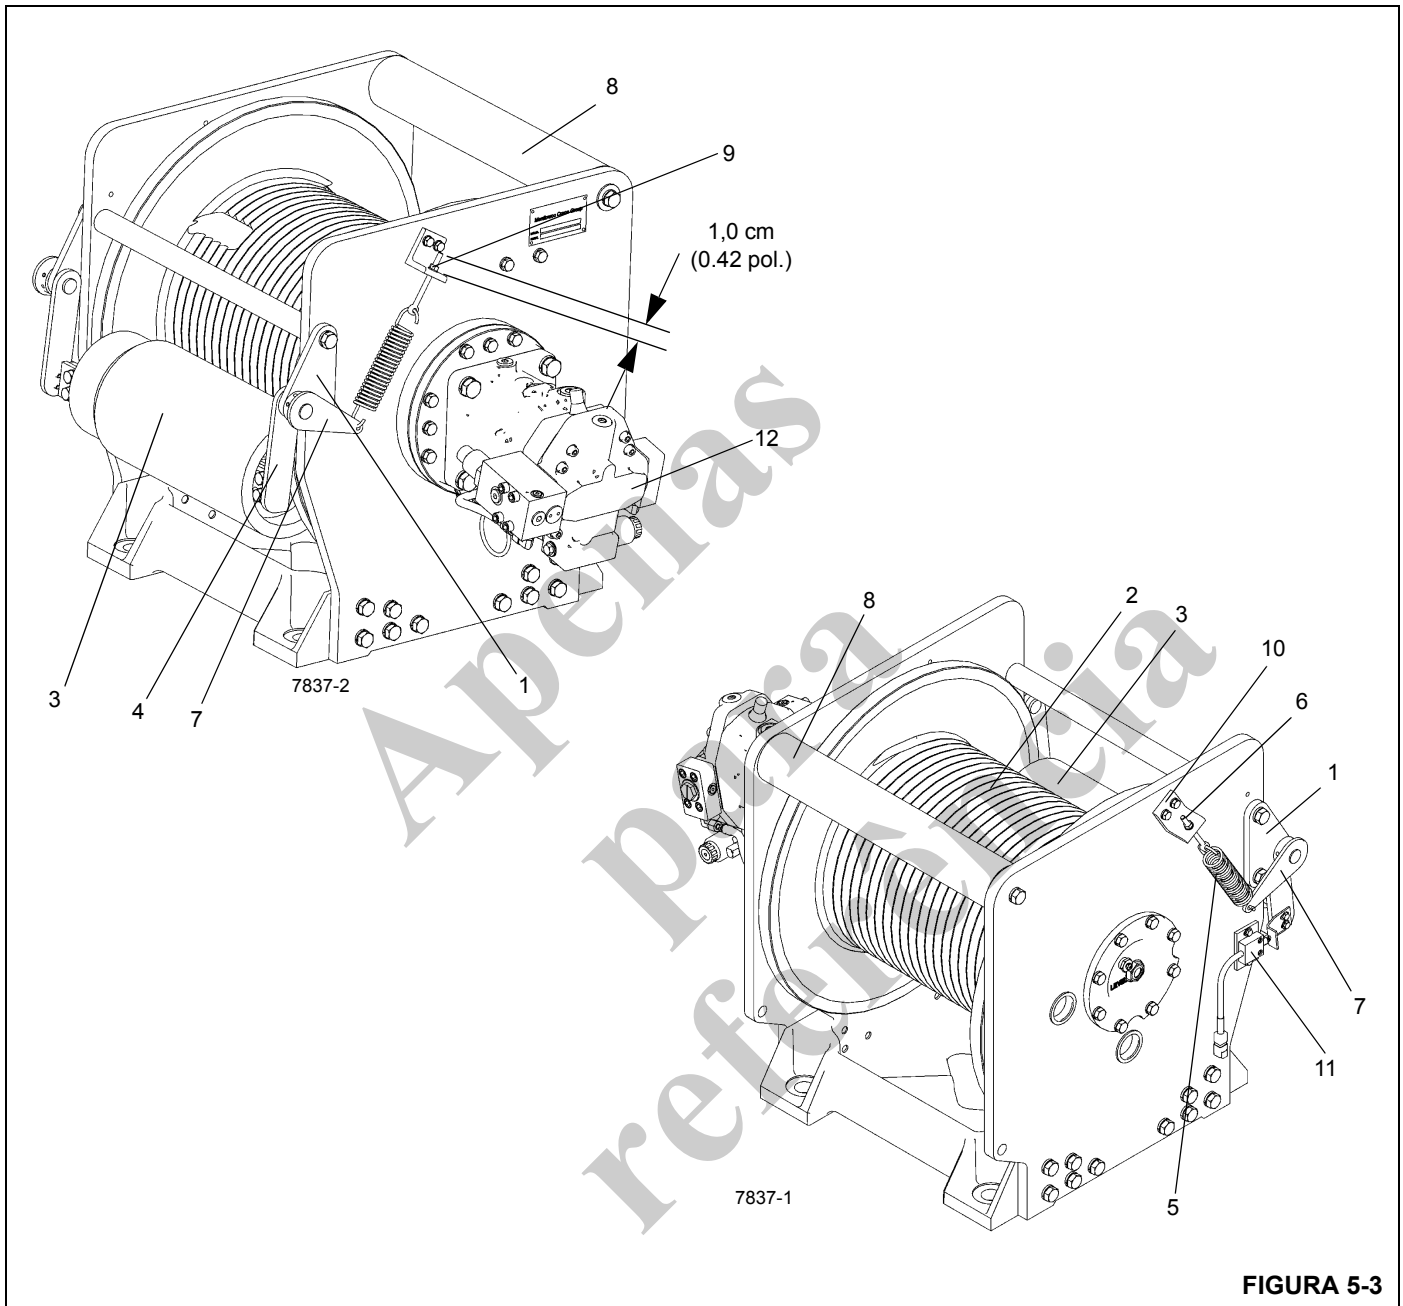

FIGURA 5-3
1. Remova o parafuso e a tampa da extremidade do lado direito da roda-guia (Figura 5-3).
1. Afrouxe as porcas de ajuste e remova a mola de tensão e a haste de ajuste dos dois lados do guincho (Figura 5-3).